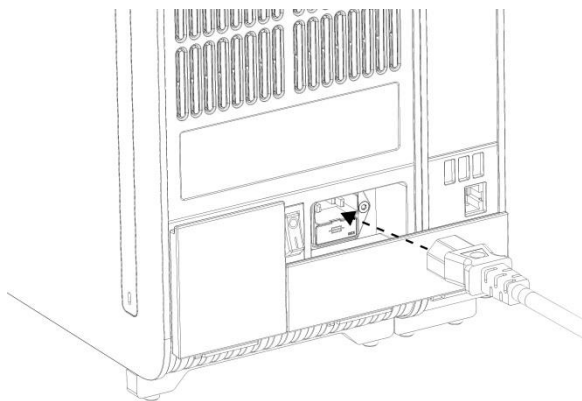

图 17. 连接电源线。
8. 将 QIAstat-Dx Analyzer 1.0 随附的电源线连接到原来的分析模块的背面（图 17）。